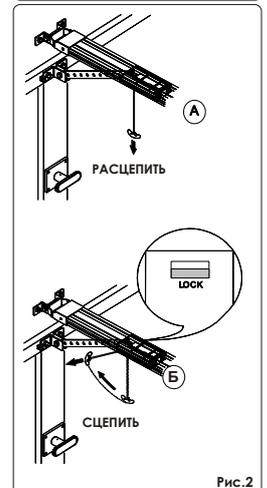

Рис.2
- Расцепить привод, потянув рычаг расцепителя вниз (рис. 2-A)
Сцепите привод, потянув рычаг расцепителя в сторону (рис. 2-Б) и убедитесь, что индикатор расцепителя в нижней части каретки красного цвета.